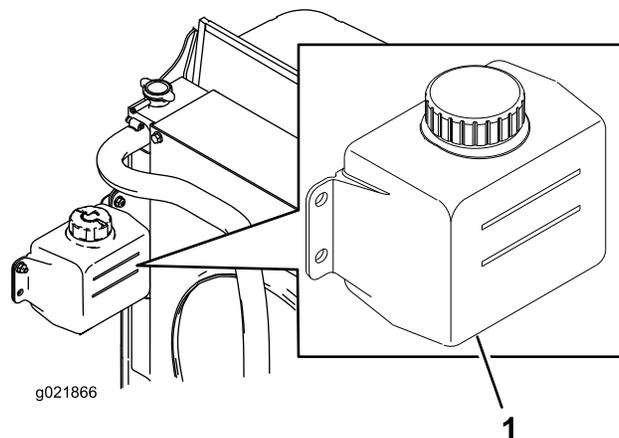

Figura 93
1. Controllate il livello di refrigerante nel serbatoio di espansione (Figura 93).